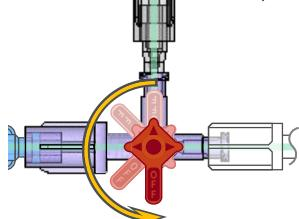

Figura 7 – Reluarea economisirilor
În poziția ON (deschis) atât la robinetul de închidere pentru selecția supapei, cât și la cateter. (A se vedea Figura 7)
- Pentru a permite reluarea economisirii substanței de contrast, orientați robinetul de închidere DyeVert Power XT astfel încât să fie în poziția ON (deschis) atât la robinetul de închidere pentru selecția supapei, cât și la cateter. (A se vedea Figura 7)